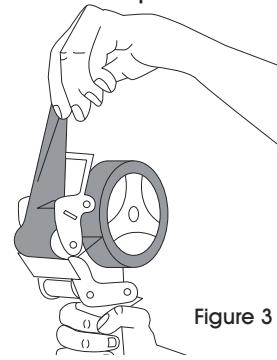

Figure 3
3. Tirez sur le ruban pour le placer sur le rouleau de lissage en laissant le ruban se dérouler librement de la roue du ruban. (Voir Figure 3) Pour régler la tension, voir Figure 4.